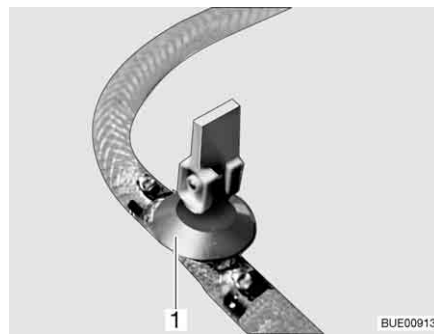
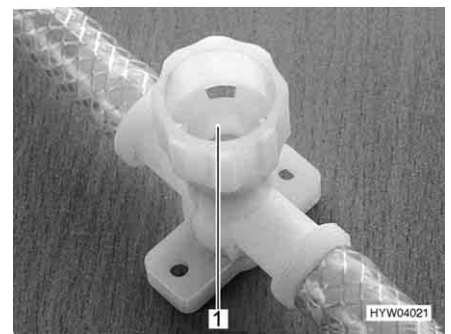

Fig. 250 Rubinetto di scarico (con leva a bilancere)
Fig. 251 Rubinetto di scarico (con tappo a vite)
- Aprire tutti i rubinetti di scarico. Mettere la leva a bilanciere del rubinetto di scarico (Fig. 250,1) in posizione verticale o chiudere il coperchio del rubinetto di scarico (Fig. 251,1) in senso antiorario.